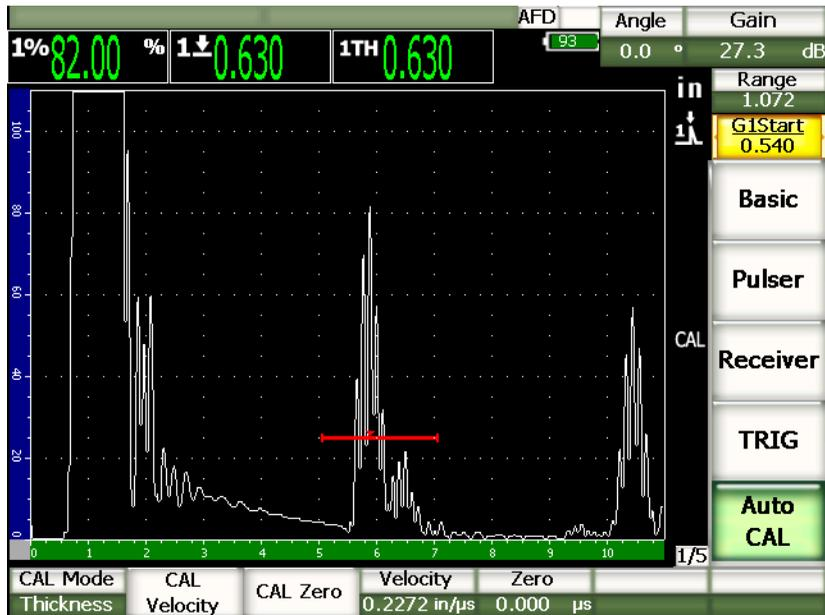

図 9-3 ゲート設定された 2 番目の校正信号
8. ゲート内の指示に対応する既知の板厚値を入力します（ここでは、0.200 インチ）。それから、**続行**を選択し、2 番目の校正ステップへ進みます（141 ページ 図 9-3 参照）。